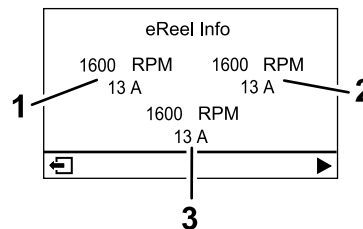

Bild 18
- **eReel-Motorbildschirm (Bild 18):** Zeigt die Geschwindigkeit und den Strom jedes Schneideinheitmotors an.